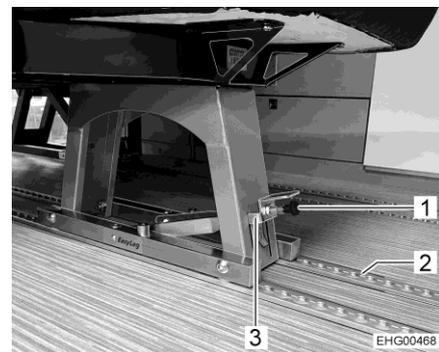

Fig. 4 Sedile singolo (arresto sbloccato)
- Se il sedile singolo/doppio è inserito sulla rotaia (Fig. 4,2) o spostato nella posizione desiderata: tirare in avanti la maniglia nera (Fig. 4,1).
- **Spingere la staffa di metallo (Fig. 4,3) verso il basso.**